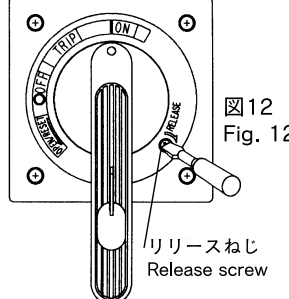

図12 Fig. 12
- FAB、ELBがON状態のまま扉を開くときは、リリースねじを時計方向に回転するとロックが解除されます。(図12)
- To open the door while FAB or ELB is on, turn the release screw clockwise to unlock the door. (Fig. 12)